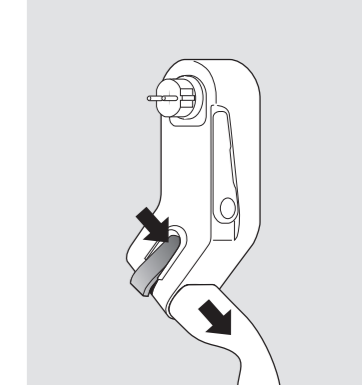

Fig. 3: Desbloquear la salida Tipo 2
- Desenchufar el Mobility Dock (A) de la toma de alimentación.
- Desbloquear (D) el soporte de pared (E) y llevarlo a la posición inicial.
- Si es necesario, desbloquear el enchufe de carga con la palanca naranja (B) y desenchufarlo (ver fig.3).